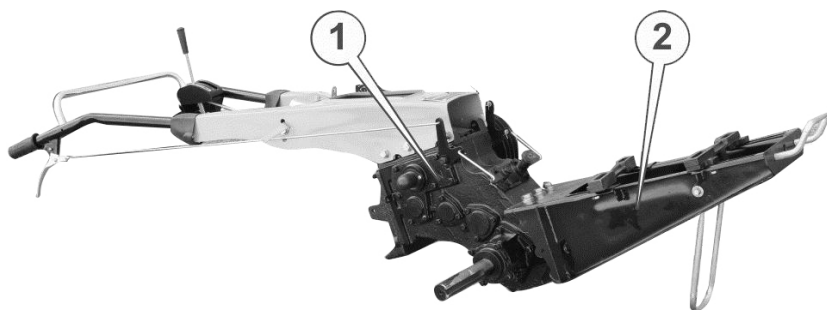
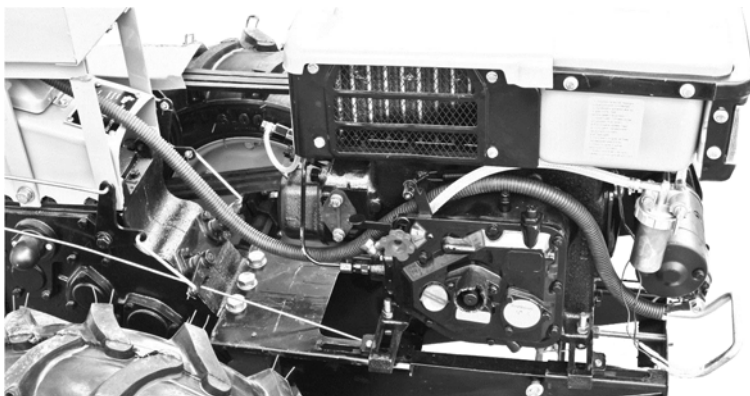

Рисунок 12. – Редуктор мотоблока у зборі з рамою
Рисунок 23. – Правий вид мотоблока
3. Приєднати раму мотоблока (2) (див. рис. 12.) до редуктора (1) за допомогою 3-х болтів M16 і 2-х болтів M12, використовуючи плоскі і розрізні шайби відповідного діаметру із сумки з кріпленням (див. рис. 23.)
31. Протягнути пластиковий рукав з електропроводами від відсіку для електроприладів до точки під'єднання електростартера і електрогенератора таким чином, як зображено на рис. 23.